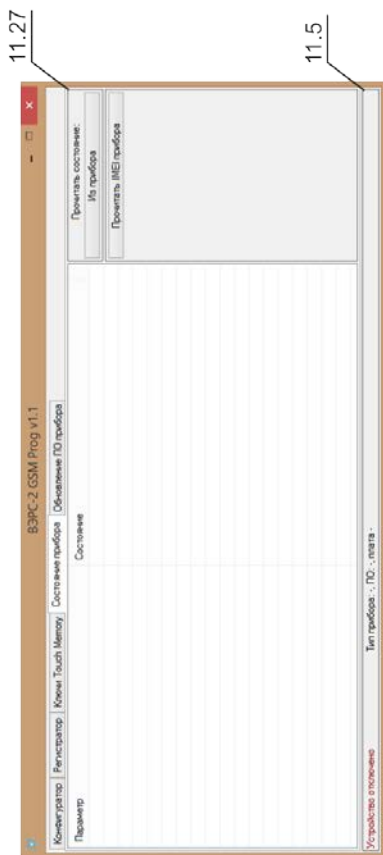

Рисунок 4. Вкладка «Состояние прибора».
11.26. Вкладка «Состояние прибора» (см. Рисунок 4, стр. 35), предназначена для мониторинга доступных параметров работы подключенного прибора.